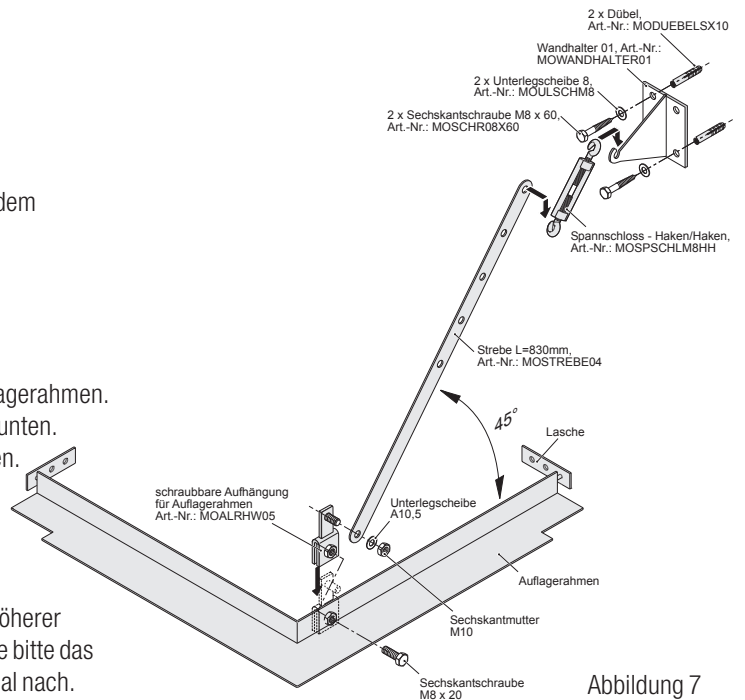

Abbildung 7
9. Montage des Auflagerahmens (Abb. 7)